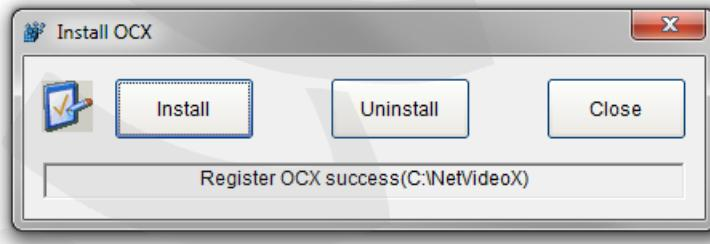

Рис. 5.25
**Шаг 5:** после успешной установки Вы увидите сообщение «Register OCX success(C:\)» в нижней части данного окна. Нажмите кнопку **[Close]** для выхода из окна установки (*Рис. 5.25*).